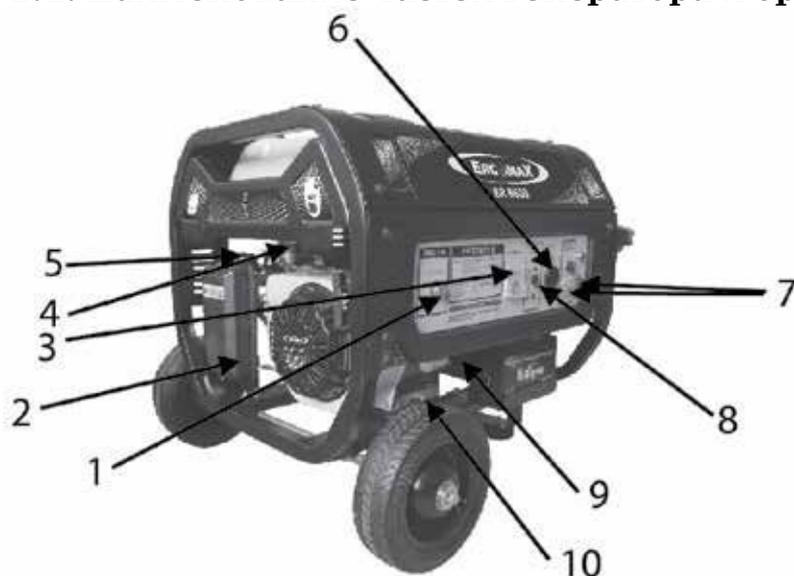
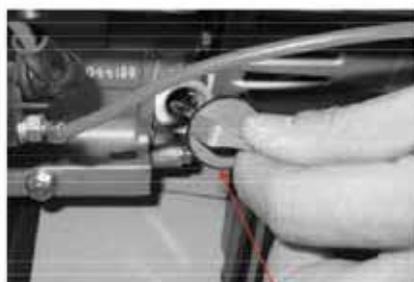
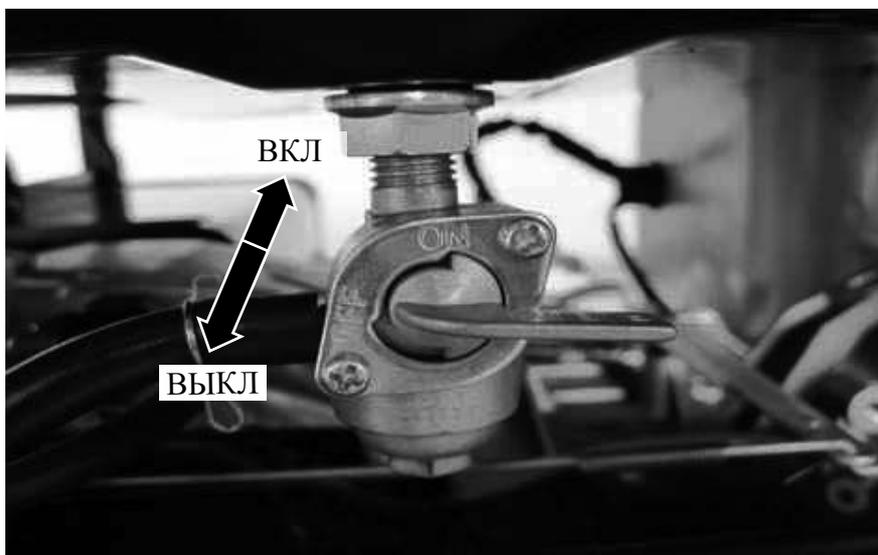
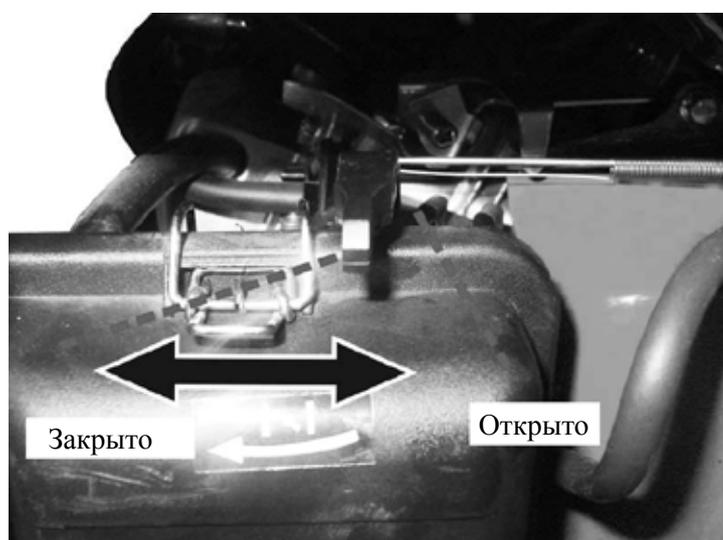

Рис. 2.2.1
Рис. 3.1
Рис. 3.5
Рис. 3.6
- 1.1. Открутите крышку маслозаправочной горловины 9 (рис. 2.2.1) и вытрите щуп крышки 9 чистой тряпкой (рис. 3.1).
- 2.1. Откройте крышку топливного бака 12 (рис. 2.2.1).
**ВНИМАНИЕ!** ПЕРЕД ПУСКОМ ДВИГАТЕЛЯ ГЕНЕРАТОРА УБЕДИТЕСЬ, ЧТО НИ ОДИН ЭЛЕКТРОПРИБОР НЕ ПОДКЛЮЧЕН К ГЕНЕРАТОРУ, ЛИБО ПЕРЕВЕДИТЕ ВЫКЛЮЧАТЕЛЬ ВЫХОДНОГО НАПРЯЖЕНИЯ 8 (рис. 2.2.1) В ПОЛОЖЕНИЕ «ВЫКЛ».
1. Поверните рычаг топливного клапана 4 в положение «ВКЛ» (рис. 3.5).
2. Передвиньте рычаг дросселя 5 (рис. 2.2.1) в положение «ЗАКРЫТО». Если двигатель теплый или температура воздуха высокая, оставьте рычаг дросселя в положении «ОТКРЫТО» (рис. 3.6, 3.7).
3. Переведите выключатель двигателя 1 (рис. 2.2.1) в положение «ВКЛ». Для моделей с электрическим запуском, вставьте ключ зажигания в выключатель двигателя 1 и поверните его в положение «ВКЛ».
Потяните на себя рукоятку стартера 14 (рис. 2.2.1), пока не почувствуете натяжение шнура стартера, затем РЕЗКО ДЕРНИТЕ рукоятку 14 на себя. Аккуратно верните на прежнюю позицию рукоятку стартера 14.
1. Выключите все электроприборы, подключенные к генератору, и вытащите вилку из розетки переменного тока 6 (рис. 2.2.1), либо переведите выключатель выходного напряжения 8 в положение «ВЫКЛ»
3. Поверните рычаг топливного клапана 4 (рис. 2.2.1) в положение «ВЫКЛ» (рис.3.5).
1. Переведите рычаг топливного клапана 4 в положение «ВЫКЛ» (рис. 3.5).
5. Переведите рычаг топливного клапана 4 в положение «ВКЛ», чтобы проверить наличие течи после очистки отстойника (рис. 3.5).